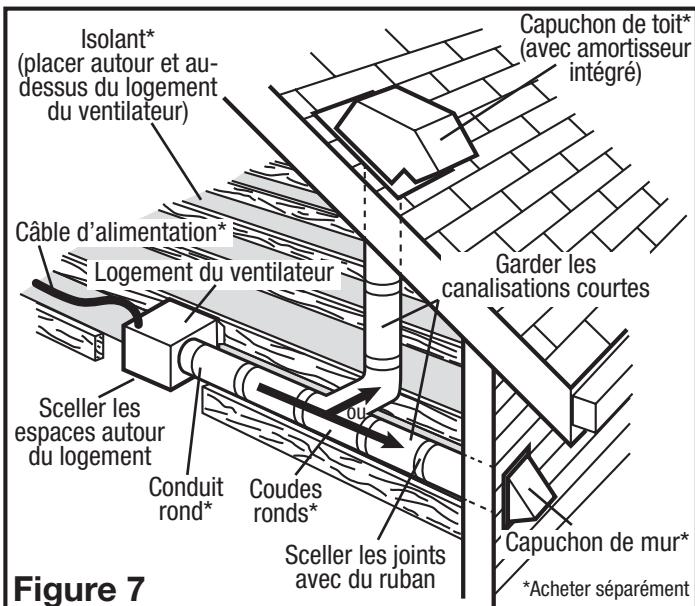

Figure 7
- Assurez-vous que les joints des conduits et les pénétrations extérieures sont scellés avec du mastic ou tout autre matériau similaire pour créer un passage d'air étanche afin de minimiser la perte ou le gain de chaleur et réduire le risque de condensation. Placez / enveloppez l'isolant autour du conduit et / ou ventilateur afin de minimiser la possibilité d'accumulation de condensation à l'intérieur du conduit, ainsi que la perte ou le gain de chaleur (**Figure 7**).